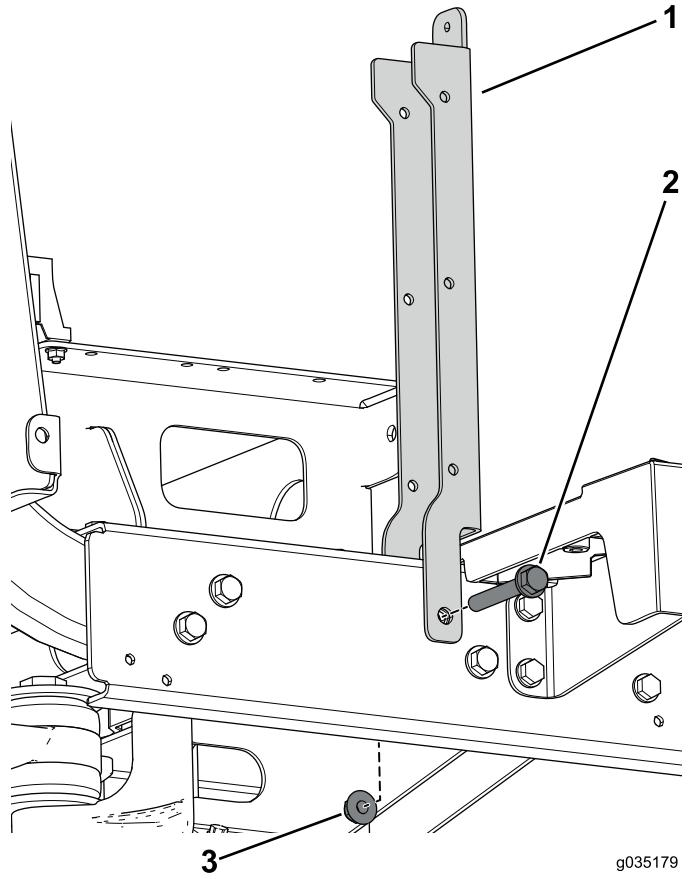

Рисунок 85
- С помощью фланцевого болта (3/8 x 2-1/2 дюйма) и фланцевой гайки прикрепите опору сиденья (Рисунок 85).